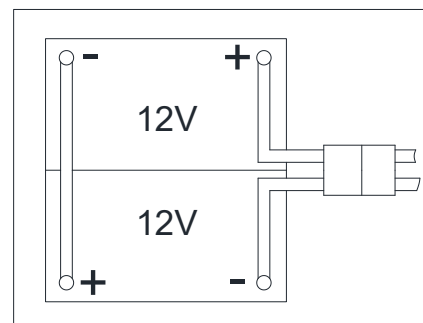

Figura 3
A máquina precisa de duas baterias de 12V, ligadas de acordo com o diagrama (Figura 3).
1. Abra a capa do tanque de recuperação (1) e verifique se o tanque (25) está vazio; se não estiver, esvazie-o com a mangueira de drenagem (22).
2. Feche a capa do tanque de recuperação (1).
3. Gire o tanque de recuperação (25) cuidadosamente.
5. Encaminhe e instale o cabo da bateria como mostrado na (Figura 3), e aperte a porca em cada terminal da bateria.
6. Coloque a capa de protecção em cada terminal e ligue o conector da bateria (54).
7. Baixe cuidadosamente o tanque (25).